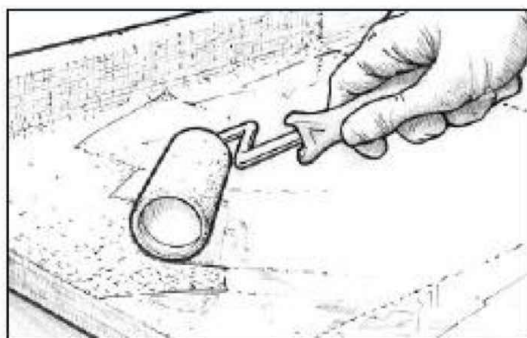

Рисунок 8-22 Для заполнения текстуры ткани, нанесите эпоксидную смолу до того, как пропиточный слой смолы застынет на отлип.
8. Покройте поверхность эпоксидной смолой, заполняя текстуру ткани, до того, как смола, которой пропитывалась ткань, достигнет последней стадии застывания (Рисунок 8-22). Следуйте рекомендациям по нанесению эпоксидного барьерного покрытия, описанным в разделе 7.2. Для того, чтобы полностью заполнить текстуру волокон ткани и сделать возможным шлифовку и не повредить ткань, потребуется нанести 2-3 слоя.